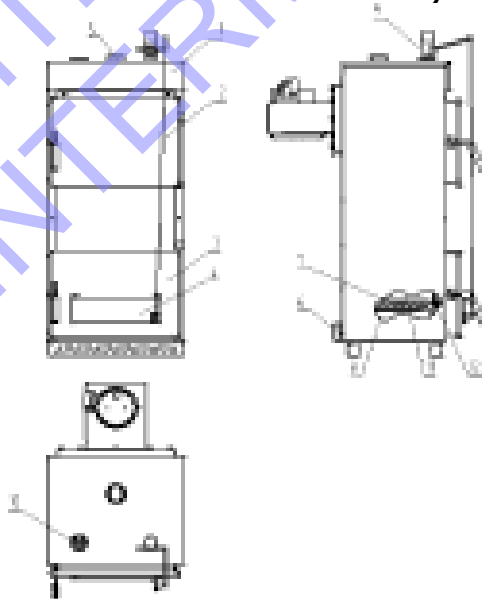

Рис. 3 Котел КС-Т-16р (котел КС-Т-12р отличается только высотой)
9.1.10 К системе отопления котел присоединяется по схеме рис. 3.